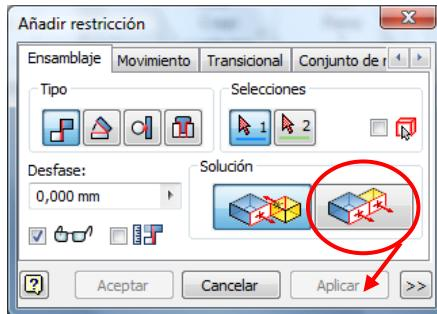

Figura 24 (restricción 3)
- 3 Pulsar en el ícono *nivelación* (figura 24), seleccionar las dos caras. No hay que introducir en la casilla *Desfase* ningún parámetro, ya que las dos caras tienen que estar juntas, y pulsar *Aplicar*.